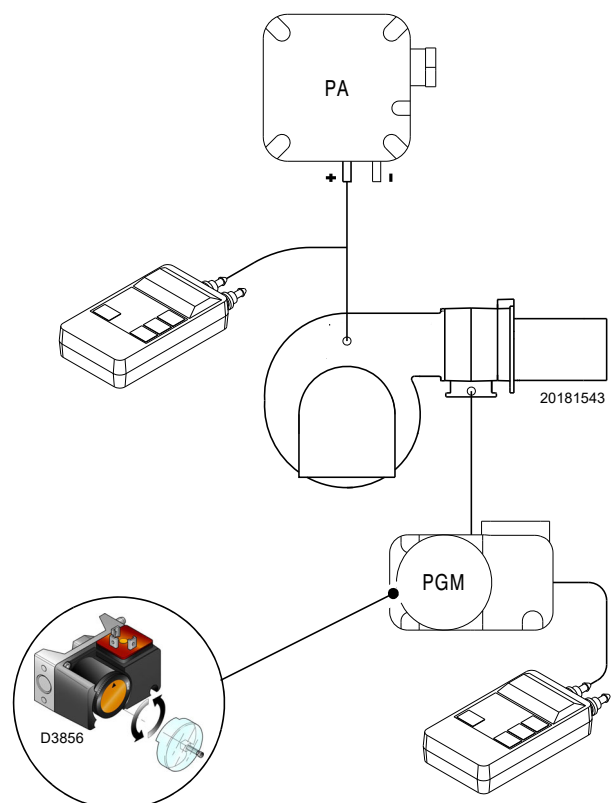

Abb. 30
- Regeln Sie den Maximal-Gasdruckwächter (Abb. 30 auf Seite 35) auf das Skalende.
Die Einstellung des Maximal-Gasdruckwächters ausführen (Abb. 30), nachdem alle anderen Einstellungen des Brenners bei auf das Skalenende eingestellten Maximal-Gasdruckwächter vorgenommen wurden.